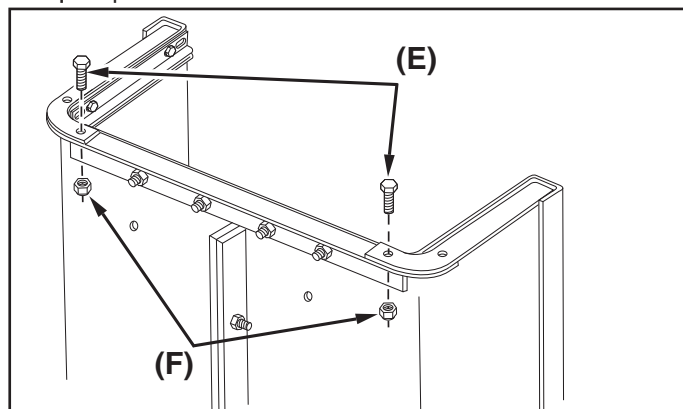

FIGURA 4
PASO 4: (VEA LA FIGURA 4)
- Sujete los soportes traseros (2 y 3) al soporte angular trasero inferior (4) utilizando dos pernos hexagonales de 1/4" x 3/4" (E) y tuercas nylock de 1/4" (F).